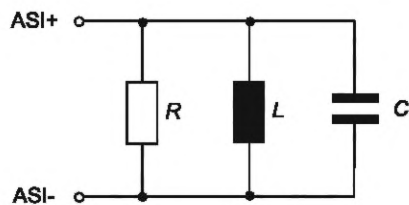

Рисунок 57 — Эквивалентная схема задающего устройства для частот в диапазоне от 50 до 300 кГц
- значения для  $C$ ,  $R$  и  $L$  согласно эквивалентной схеме (см. рисунок 57) должны быть рассчитаны, как описано для ведомых устройств в 8.4.4.4;